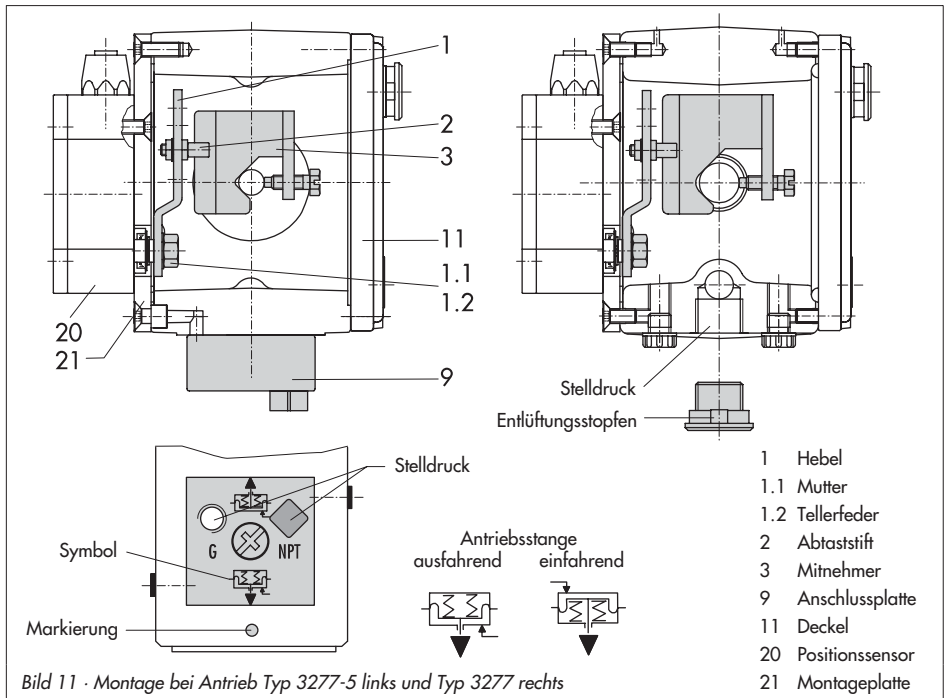

Bild 11 · Montage bei Antrieb Typ 3277-5 links und Typ 3277 rechts
Der Stelldruck vom Stellungsregler wird über den Stelldruckanschluss der Anschlussplatte (9, Bild 11 links) auf die Membrankammer des Antriebes geführt. Dazu zunächst die Anschlussplatte (9) aus dem Zubehör am Joch des Antriebes verschrauben.
- ▶ Anschlussplatte (9) dabei so drehen, dass das für die Sicherheitsstellung richtige Bildsymbol "Antriebsstange ausfahrend" oder "Antriebsstange einfahrend" nach der Markierung ausgerichtet ist (Bild 11 unten).
- ▶ Unbedingt darauf achten, dass die Flachdichtung der Anschlussplatte (9) richtig eingelegt ist.
| Direktanbau  | Anbauteile für Antriebe mit 120 cm 2 siehe Bild 11 links                 |                            | 1400-7472   |
| Direktanbau  | Anbauteile für Antriebe mit 240, 350 und 700 cm 2 , siehe Bild 11 rechts |                            | 1400-7471   |